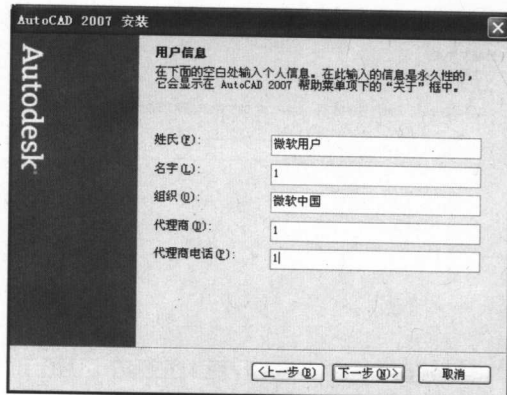

图 1-5 “用户信息”对话框
(5) 在“用户信息”对话框中，如图 1-5 所示，输入姓氏、名字、单位、经销商和经销商电话，然后单击【下一步】按钮。